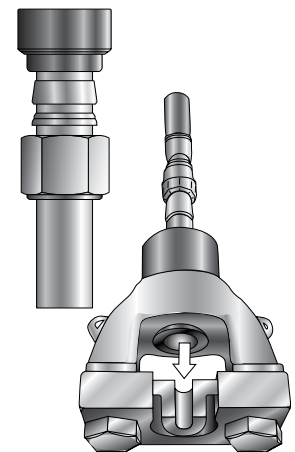

Abb. 2
- Setzen Sie die U-förmige Mutternpressschale in die Gegenhalteplatte des Presszylinders wie in Abb. 2 gezeigt ein.